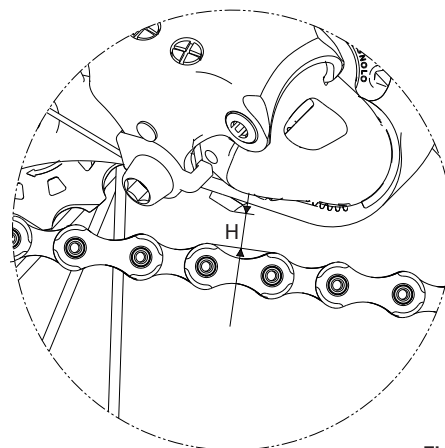

Fig.2
- Determinate la lunghezza corretta della catena posizionandola sul pignone e sull'ingranaggio più piccoli, verificando che la misura H (Fig. 2), distanza tra parte inferiore del bilanciere e parte superiore della catena, sia circa 10 - 15 mm.